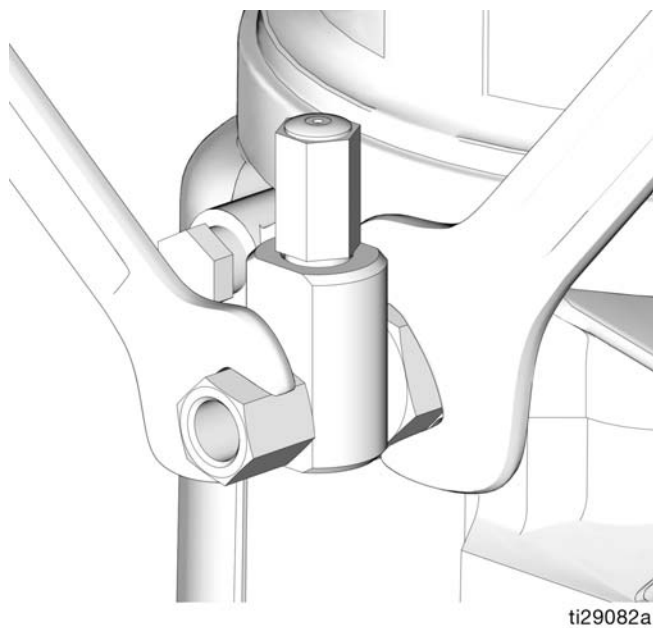

FIG. 26
1. Allentare il raccordo dell'elemento pompa (FIG. 26).
3. Serrare il raccordo dell'elemento pompa utilizzando due chiavi operanti in direzioni opposte (FIG. 26).